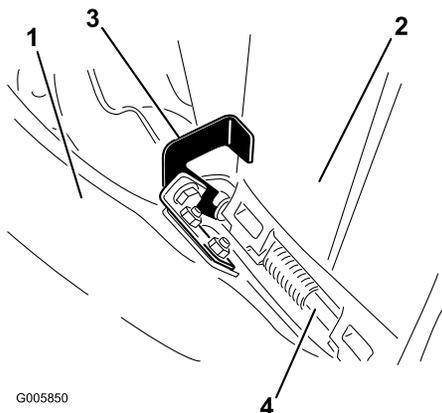

Figura 15
5. Sopra la guida di scarico, posizionate il fermo a gancio come illustrato nella Figura 15.